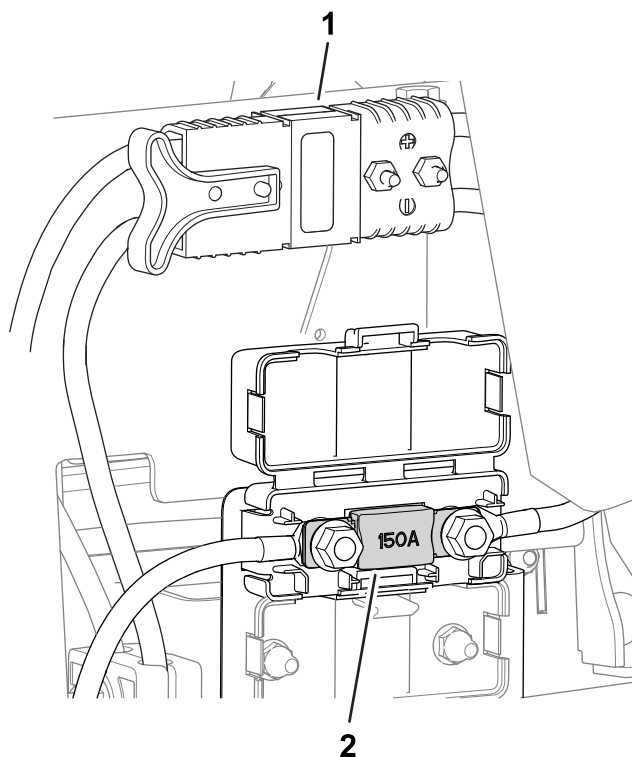

Figura 62
- El fusible del sistema eléctrico está situado debajo de los conectores eléctricos principales (Figura 62).